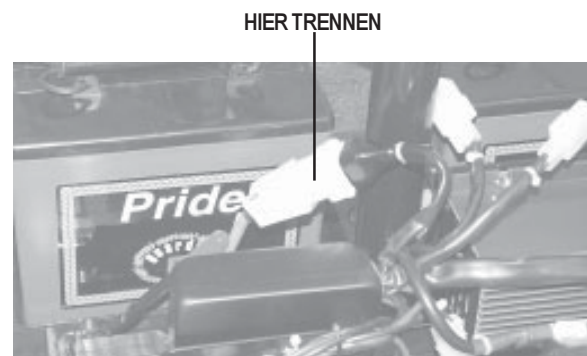

ABB. 15. ZENTRALVERBINDUNGSSTECKER
7. Trennen Sie den großen weißen 9-poligen Zentralverbindungsstecker, der das Bedienungskonsolenkabel mit dem elektronischen Steuerungsmodulkabel verbindet. Siehe Abb. 15.